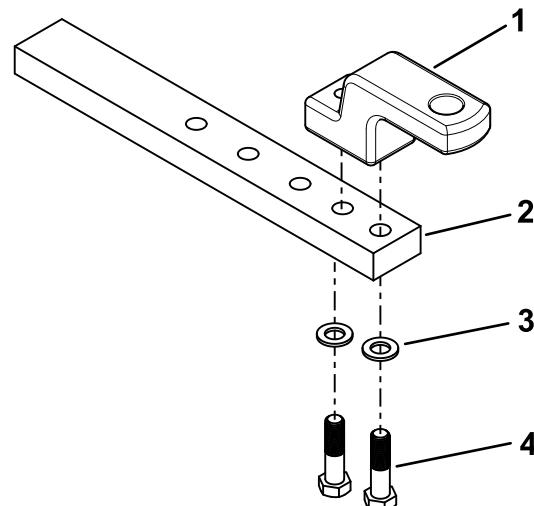

Figura 5
1. Utilize os dois parafusos (M18) e duas anilhas para prender a cinta do martelo na barra de engate (Figura 5).